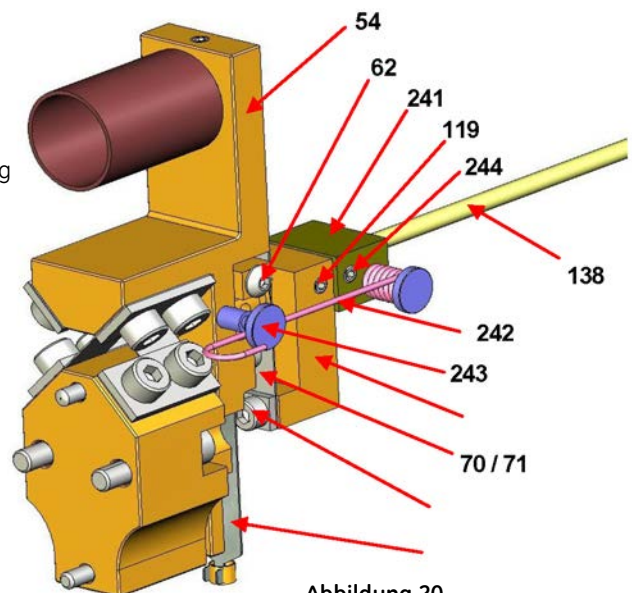

Abbildung 20
- e. Die Unterbaugruppe senkrecht auf dem Stab platzieren, so dass der Abstand zwischen der Kupplungsbiegung (71) und dem Drehrohrflansch 59.5 mm \pm 0.5 beträgt (siehe Abbildung 20). Die Unterbaugruppe auf dem Stab mithilfe der zwei Seitenschrauben (119) festschrauben.
- f. Die mechanische Vorspannung 1 mm von der Kupplungsbaugruppe entfernt einsetzen, mit dieser ausrichten und auf dem Stab mit zwei Seitenschrauben (244) befestigen.
- g. Überprüfen, dass die Schraube (62) am Balken (54) gelöst ist.